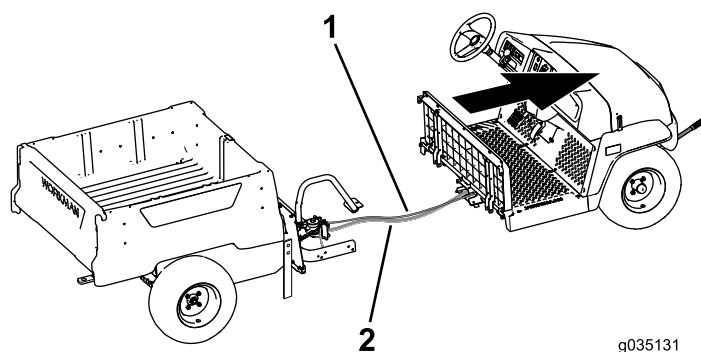

図 69
9. もう一人に手伝ってもらって、車体の前半分を前方へ移動して車体を前後方向に分離する 図 69。